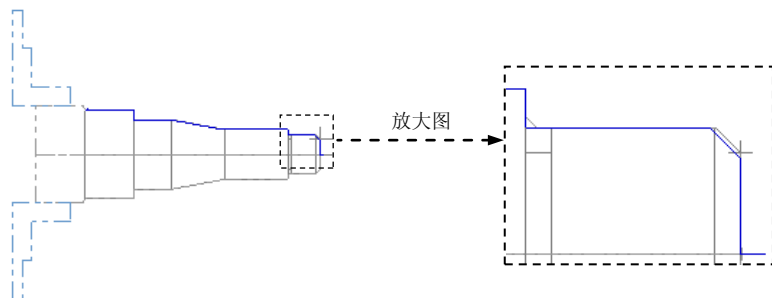

图 8.3.6 刀具路径
Step2. 单击该对话框中的 按钮，完成加工参数的选择，此时系统将自动生成图 8.3.6 所示的刀具路径。
(1) 在“操作管理”中单击上一步创建好的刀路节点，系统弹出“刀路模拟”对话框及“刀路模拟控制”操控板。
(2) 在“刀路模拟控制”操控板中单击 按钮，系统将开始对刀具路径进行模拟，结果与图 8.3.6 所示的刀具路径相同，在“刀路模拟”对话框中单击 按钮。